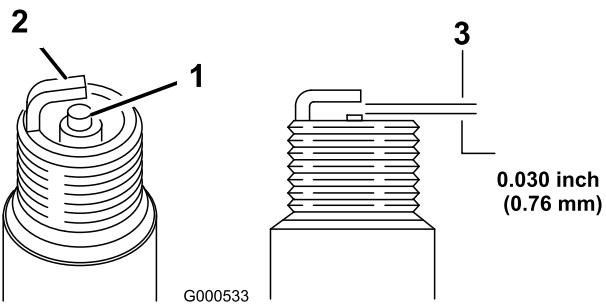

Figure 30
5. Réglez l'écartement des électrodes à 0,76 mm (0,030 po.) (Figure 30).